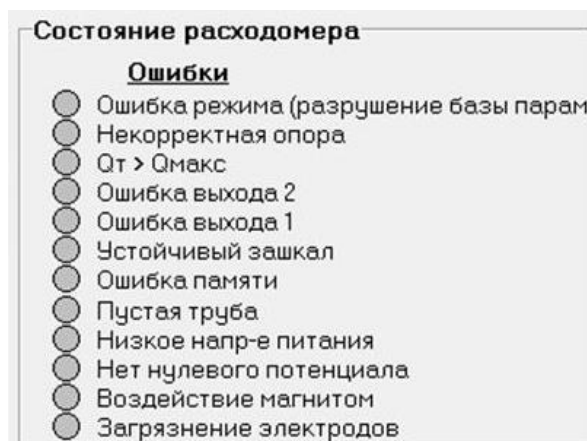

Рис.19. Вид области «Состояние расходомера».
2.11.1. Список ошибок (неисправностей) и нестандартных ситуаций, диагностируемых в работе расходомера, содержится во вкладке **Измерения** в области **Состояние расходомера** (рис.19).